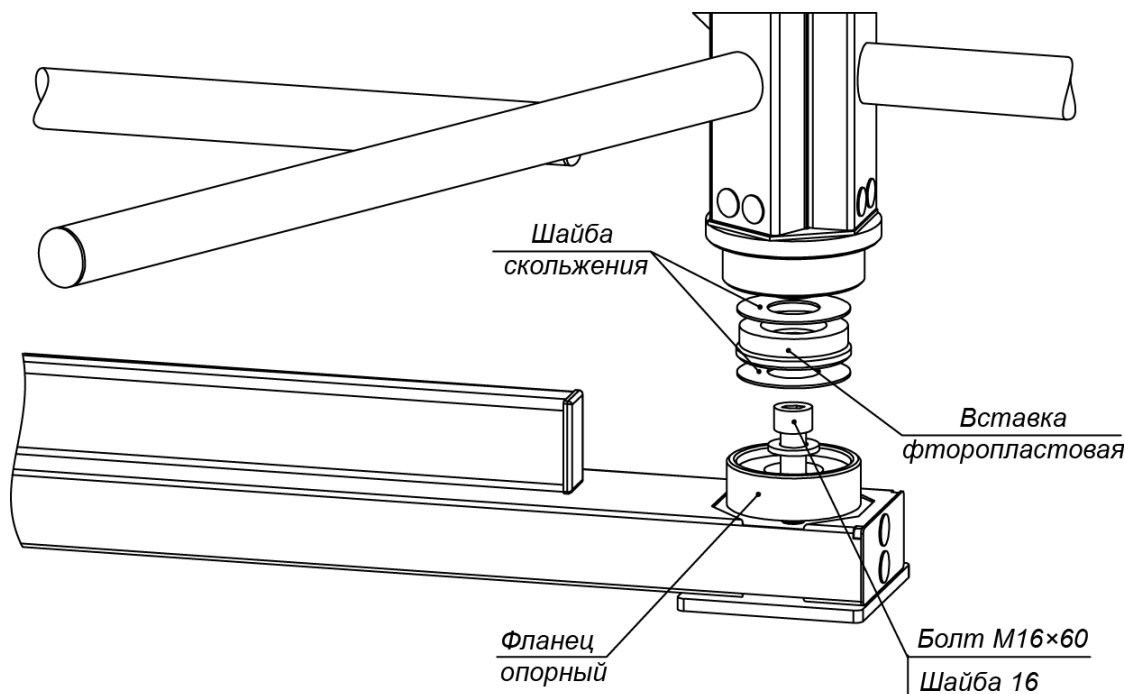

Рисунок 14. Нижний узел вращения ротора (3)
- В место установки нижнего узла вращения ротора вставьте фланец опорный узла вращения (см. рис. 14). Закрепите его и стойку с преграждающими планками на установочной поверхности анкерным болтом М16×60.
14. Распакуйте секции ротора (1) (ящик №2).
15. Произведите монтаж ротора (1) (работайте вдвоем!):
- Соберите нижний узел вращения (3) ротора в стойке с преграждающими планками (5) (см. рис. 14). Две шайбы скольжения и находящаяся между ними фторопластовая вставка должны лежать в узле без перекосов, опираясь на всю опорную поверхность, симметрично относительно оси ротора (верхняя шайба скольжения приклеена к валу ротора). При этом гладкие поверхности шайб скольжения должны быть ориентированы на вставку. Допускается применение на поверхностях скольжения смазки типа ШРУС-4.
- Установите секцию ротора с элементами крепления в нижний узел вращения (3): заведите ее с небольшим наклоном цилиндрическим хвостовиком в узел вращения и затем переведите секцию в вертикальное положение.